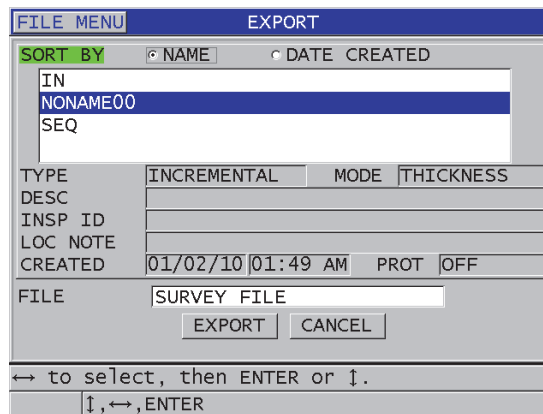

Figura 14-8 Pantalla EXPORTAR (EXPORT)
5. En la pantalla **EXPORTAR** (EXPORT) [ver Figura 14-8 en la página 294]: